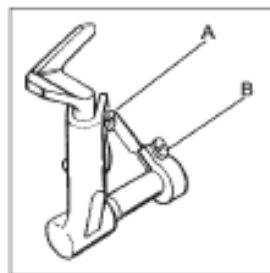

Fig. 16
*By loosening Screws (A) and (B), adjust the longitudinal position of front Needle Guard so that there should be clearance of 0-0.3 mm between the Guard and each of Needles respectively when the point of Loper passes each center of Needles.(Fig. 16)
* Aflojando el Tornillo (A), ajuste la altura del Guarda Agujas del Frente para que la punta del Engazador esté a 1.5-2.0 mm por encima de la punta de la Aguja izquierda cuando pasa por su centro.
* Aflojando los Tornillos (A) y (B), ajuste la posición longitudinal del Guarda Agujas del Frente para que haya un espacio libre de 0-0.3 mm entre el Guarda Agujas y cada una de las Agujas cuando la punta del Engazador pasa el centro de cada Aguja. (Fig. 16)